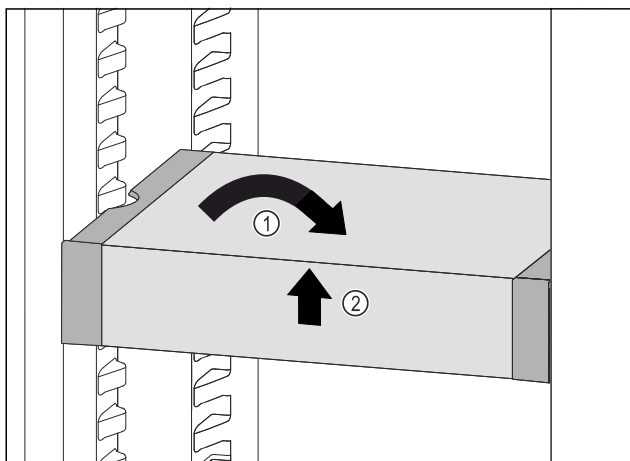

Fig. 79
- Állítsa egyenesbe a VarioSafe fiókot. Fig. 79 (1)
- Elöl emelje meg a VarioSafe fiókot. Fig. 79 (2)